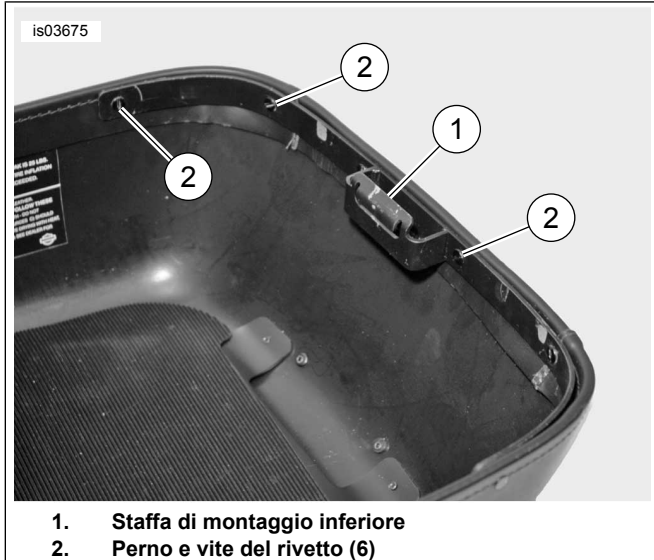

Figura 3. Installazione della staffa di montaggio inferiore
1. Vedere Figura 3. Collocare la staffa di montaggio inferiore (1) all'interno della base del Tour-Pak. Fissare in modo lasco la staffa di montaggio inferiore alla base del Tour-Pak per tenerla ferma.
3. Installare la staffa di montaggio inferiore con sei rivetti e le viti (2). Serrare le viti a fondo.